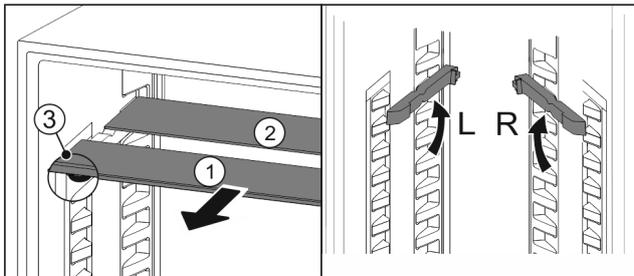

Fig. 82
- ▶ Vytiahnite sklené dosky jednotlivo dopredu Fig. 82 (1).
- ▷ Sklená doska Fig. 82 (1) s ozdobnou lištou leží vpredu.
- ▷ Zarážky Fig. 82 (3) ukazujú nadol.